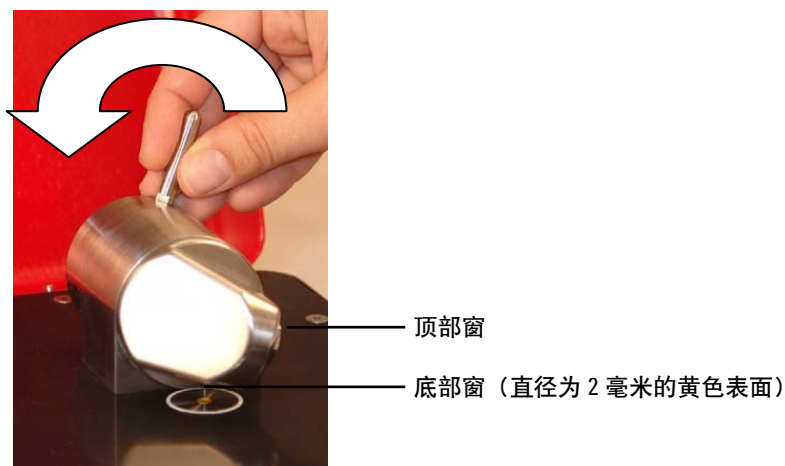

图 4. 附件窗面朝上时的 Tumbler 液体分析附件
在样品滴入和清洁模式中，TumbIIR 液体分析附件将旋转，使附件窗面朝上（请参见图 4）。正是这个位置使得样品放置区域更易于接触，便于将样品滴入到位以及清洁采样表面，之后才会分析下一个样品。
- 2 首先清洁顶部窗，然后清洁底部安装窗，如图 4 所示。
- 1 打开采样设备 (TumblIR 液体分析附件)，方法是逆时针旋转臂（请参见图 4）。
在样品滴入和清洁模式中，TumbIIR 液体分析附件将旋转，使附件晶体面朝上（请参见图 4）。正是这个位置使得样品放置区域更易于接触，便于将样品滴入到位以及清洁采样表面，之后才会分析下一个样品。
- 2 首先清洁顶部窗，然后清洁底部窗，如图 4 所示。